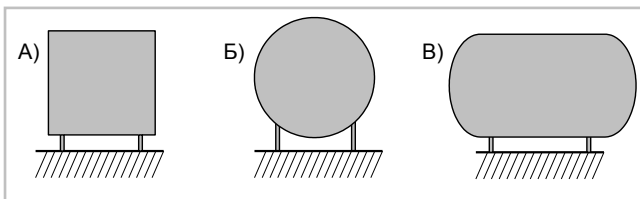

Рис. 4
**2 способ** - преобразователь рассчитывает объем жидкости по математическим формулам, имеющимся в его «памяти». Применим для резервуаров (рис. 4):